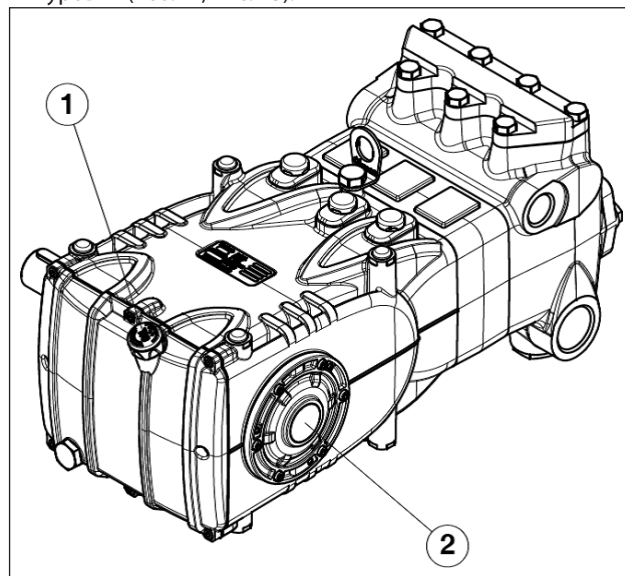

Рис. 13
- При проверке с помощью специального щупа масло в картере насоса находится на нужном уровне (поз. ①, Рис. 13), в крайнем случае - при помощи индикатора уровня (поз. ②, Рис. 13).